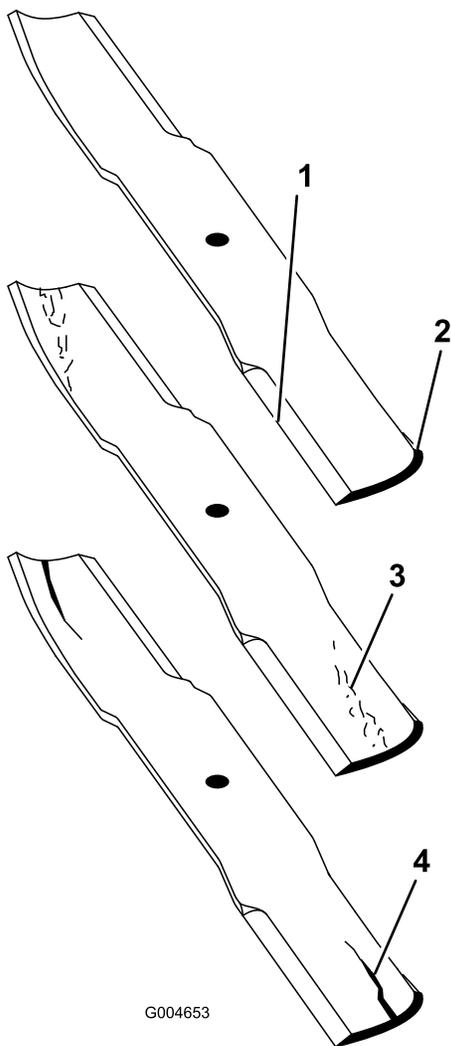

Figura 84
2. Examine cuidadosamente as extremidades da lâmina, prestando especial atenção à zona onde se encontram as partes curvas e planas da lâmina (Figura 84).
Nota: A areia e os materiais abrasivos podem desgastar o metal entre as partes plana e curva da lâmina; por isso, verifique a lâmina antes de utilizar a máquina. Se verificar que esta zona se encontra desgastada (Figura 84), substitua a lâmina.